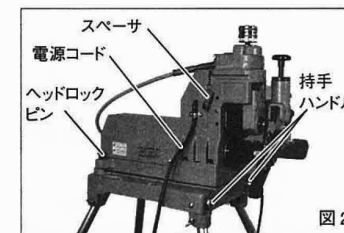

図2
- ⑤ ロックピンの操作は正しく行ってください。(図2、図12参照)